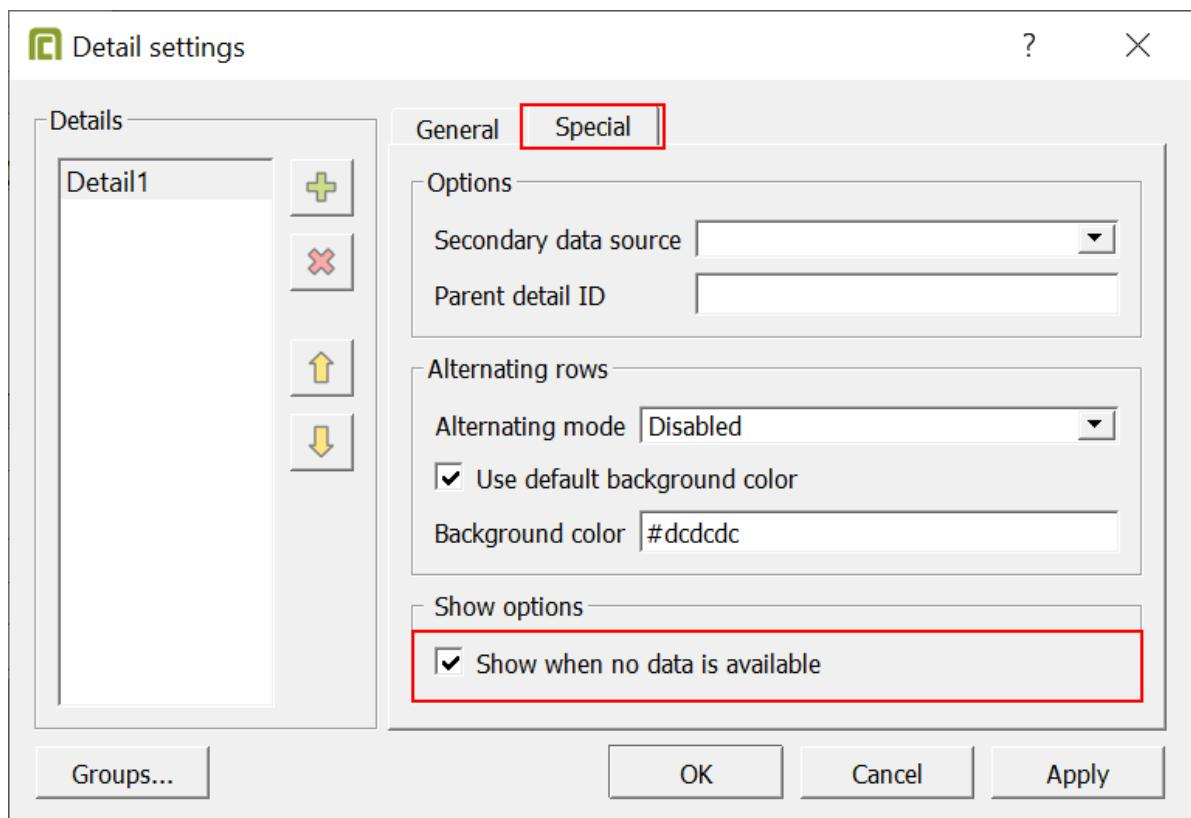

Рисунок 144 - Настройки Detail
6. Перейдите на вкладку **Special** и выберите **Show when no data is available** (Рисунок 144).